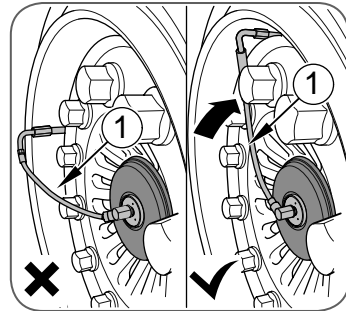

Fig. 6 - Montaggio del condotto di collegamento
1. Il condotto di collegamento *vd.* ► *Fig. 6* deve essere fissato prima di tutto alla valvola del pneumatico – se necessario utilizzare una prolunga della valvola o modificare la valvola.
3. Avvitare a mano il condotto di collegamento (pos. 1) sul rotore ► *pagina 125*.